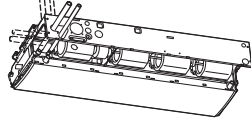

Abb. 3-30
- Die Positionen für die Anschlüsse der Kühlmittelleitungen sind in der untenstehenden Abbildung gezeigt. (Die Leitungen können in drei verschiedene Richtungen verlegt werden.) (Abb. 3-30)
* Wenn der Abflussschlauch durch die linke Seite geführt wird, sich auf Abb. 3-30 beziehen, dann zum Installieren des Schlauchs die obigen Anweisungen ausführen. Den vorher herausgenommenen Gummistopfen nun an der rechten Seite anbringen.